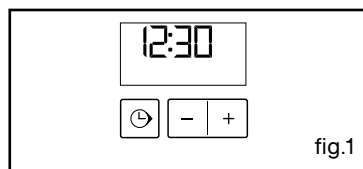

fig.1
Kontrollér, at programvælgerens display viser det korrekte klokkeslæt, og at displayet ikke blinker. (fig.1).
- Skru lampeglasset af (fig.1).
Eventuelle reparationer skal udføres af en professionel kvalificeret tekniker. Når du ringer, skal du referere til apparatets model, type og serienr. Disse oplysninger finder du på skiltet (Fig. 1).